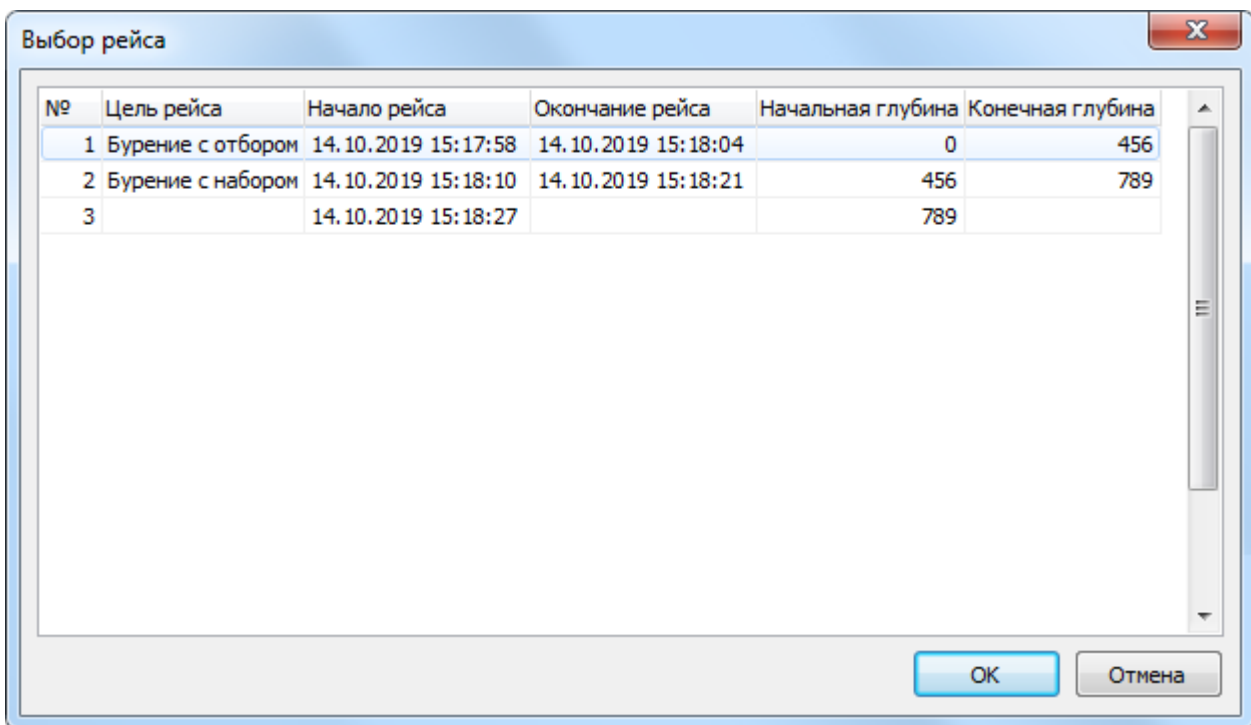

Рисунок 143. Диалог выбора рейса
- Для отображения свойств любого рейса выберите пункт меню **"Файл"** -> **"Свойства заданного рейса"** (нажмите комбинацию клавиш "Shift+Ctrl+R"). После этого в появившемся диалоге (Рис. 143) выберите нужный рейс и нажмите кнопку **OK** или клавишу "Enter".